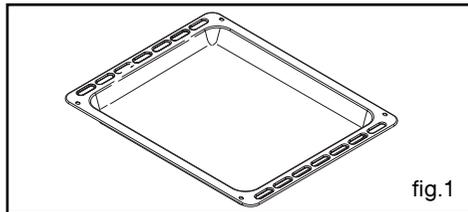

fig.1
#### • Plat lèchefrite multi-usages fig.1
Vous devez respecter la cote d'encastrement suivante (fig.1, vue de dessus):
- Enfoncez un tournevis entre la tôle du capot et la trappe puis faites pivoter la trappe (fig.1).
*(suivant modèle) fig.1*